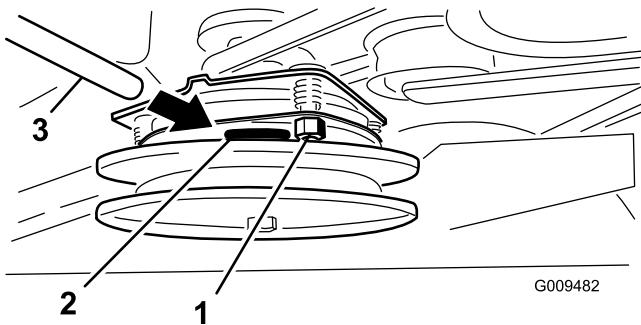

Figure 59
3. Serrez les contre-écrous jusqu'à ce la jauge d'épaisseur fléchisse légèrement mais puisse bouger facilement dans l'entrefer (Figure 59).